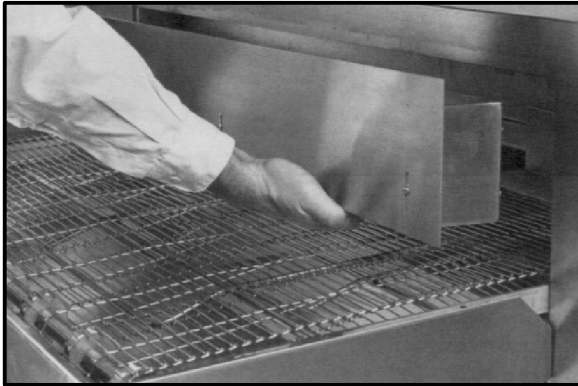

Figure 9
1. Installez les arrêtoir supérieur aux deux extrémités du four. Voir Figure 9. Serrer les écrous à oreilles au bas de chaque arrêtoir supérieur.